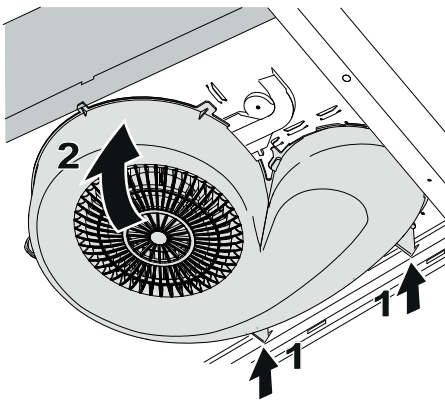

Fig.7
Sätt tillbaka fläkthuset genom att passa in stöden i bakkant på fläkten (1). Vik upp fläkthuset (2).Fig.7